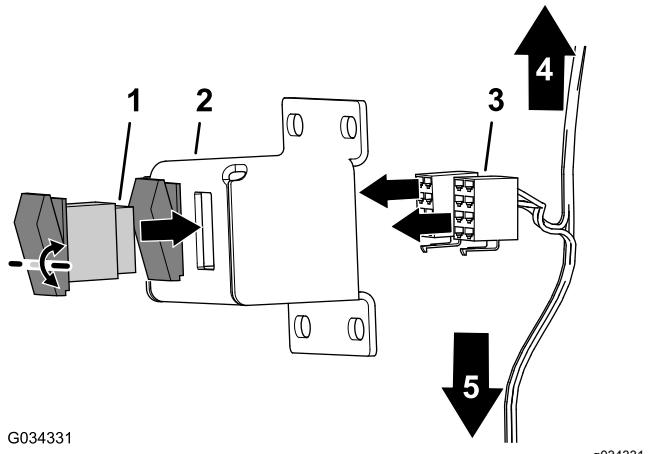

Bild 2
1. Flüchten Sie den Kippschalter in die Öffnung in der Schalterhalterung ein (Bild 2).
2. Drücken Sie den Schalter in die Öffnung, bis der Riegel an dem Schalter einrastet (Bild 2).
4. Stecken Sie die 8-Buchsenstecker des Kabelbaums in die 8-Stiftstecker der Kippschalter (Bild 2).